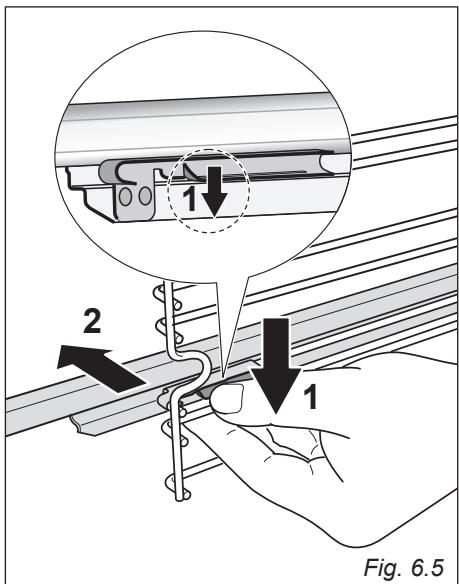

Fig. 6.5
- Repérez les verrous de sûreté. Il s'agit de languettes qui s'agrafent sur le fil de la grille latérale (flèche 1 sur la fig. 6.5).
- Ecartez les verrous de sûreté du fil pour libérer ce dernier (flèche 2 sur la fig. 6.5).